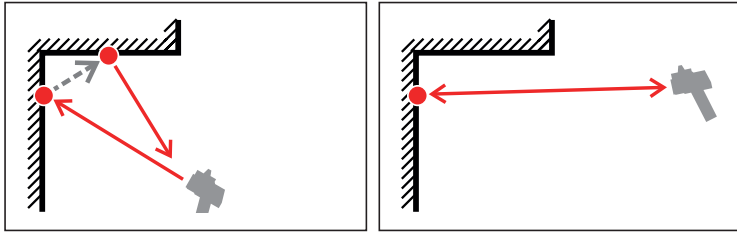

Abb. 18: Fehlerquelle beim Messen (3)
- Der Laserstrahl erzeugt mehrere Reflexionspunkte auf der Reflexionsfläche, z. B. bei innengewölbten Flächen oder in Ecken (Abb. 18).